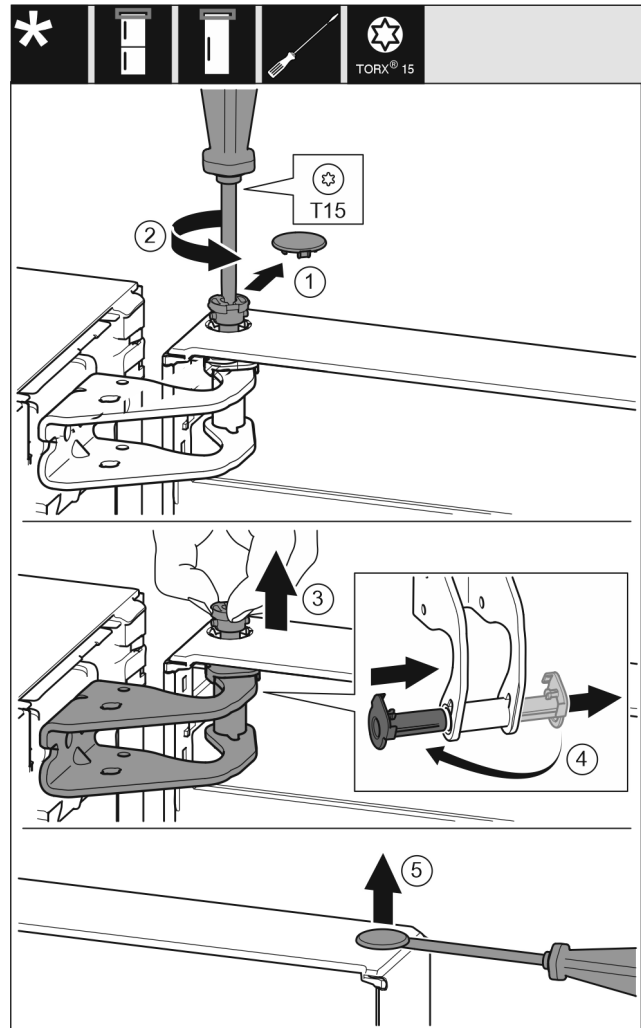

Fig. 7
- ▶ Sicherheitsabdeckung vorsichtig abziehen. Fig. 7 (1)
- ▶ Bolzen mit Schraubendreher T15 ein Stück herausdrehen. Fig. 7 (2)
- ▶ Tür festhalten und Bolzen mit den Fingern herausziehen. Fig. 7 (3)
- ▶ Lagerbuchse aus Führung ziehen. Von der anderen Seite einsetzen und einrasten. Fig. 7 (4)
- ▶ Stopfen aus der Tür Lagerbuchse vorsichtig mit einem Schlitzschraubendreher anheben und herausziehen. Fig. 7 (5)